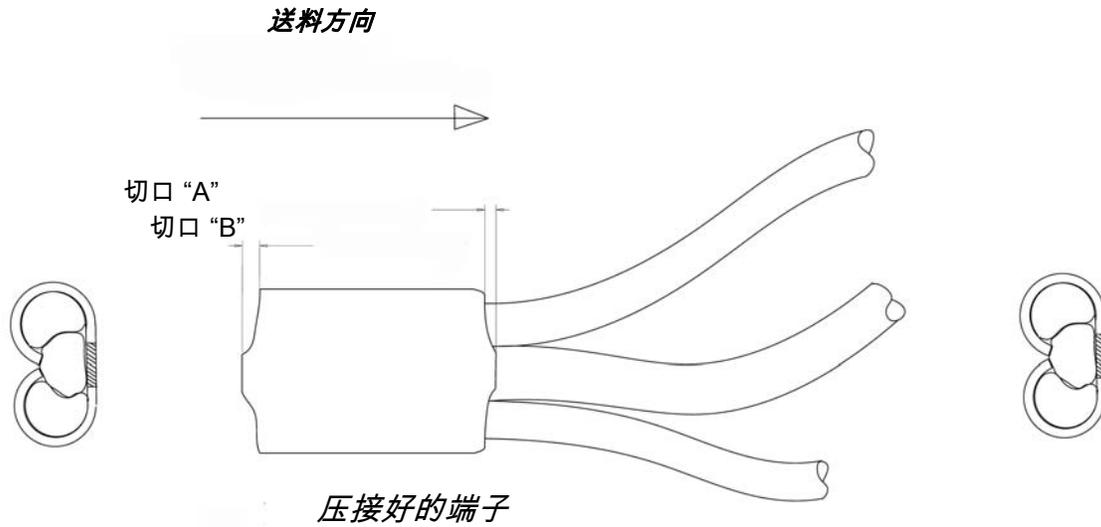

图 24
1. 检查压接好的端子 (图 24)，确定需要将端子条送入更深还是更浅 (如果切口“A”比“B”长，则需要增大送入量。如果切口“B”比“A”长，则必须减小送入量。)